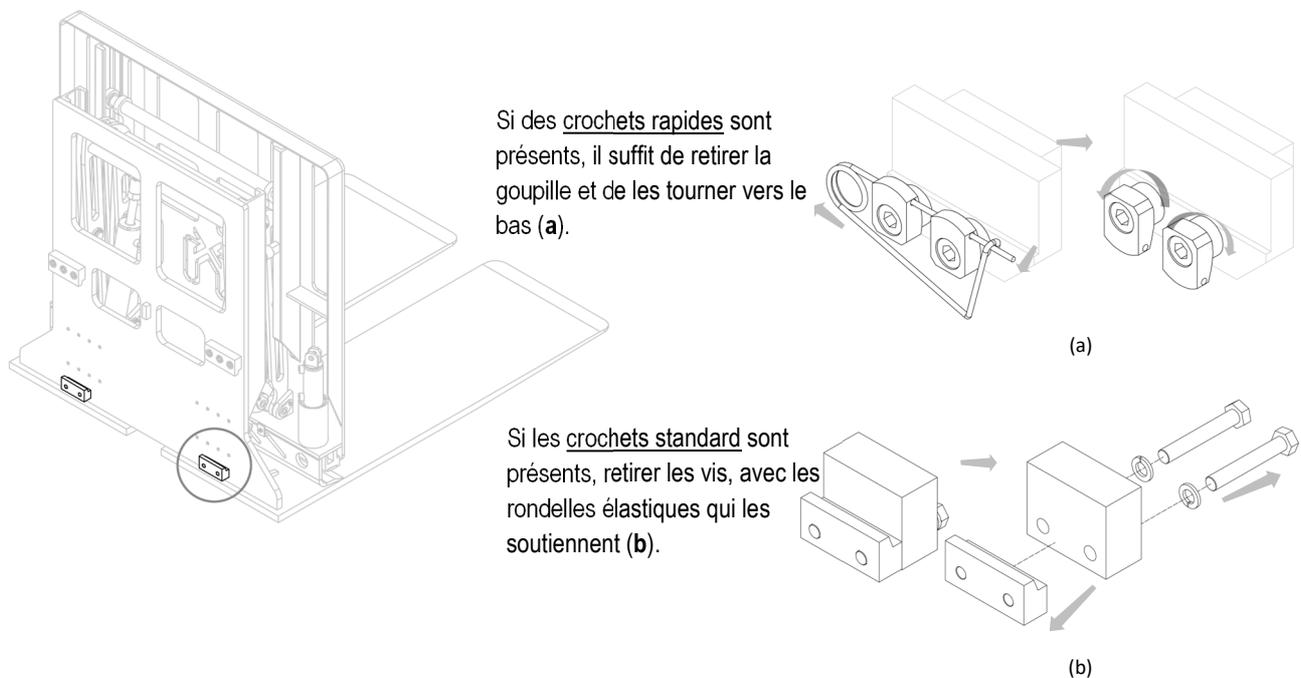

Figure 2
4. Retirer les crochets inférieurs de l'équipement (voir Figure 2).